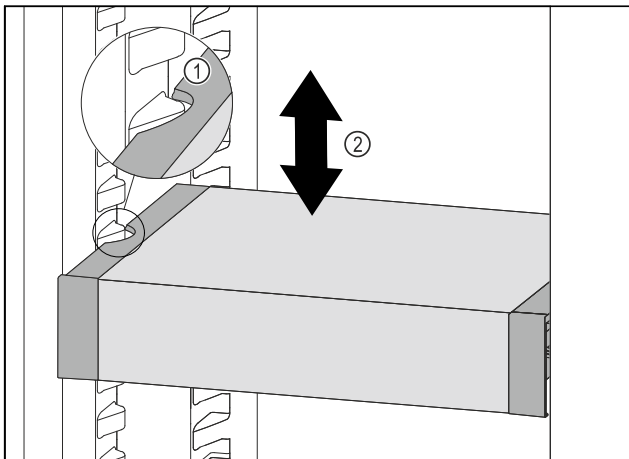

Fig. 182
- Tirer le VarioSafe vers l'avant jusqu'à ce que les encoches latérales du VarioSafe soient à la hauteur de la nervure du bac dans la partie réfrigérateur. Fig. 182 (1)
- Déplacer le VarioSafe vers le haut ou vers le bas dans la partie réfrigérateur jusqu'à ce que la hauteur souhaitée soit atteinte. Fig. 182 (2)